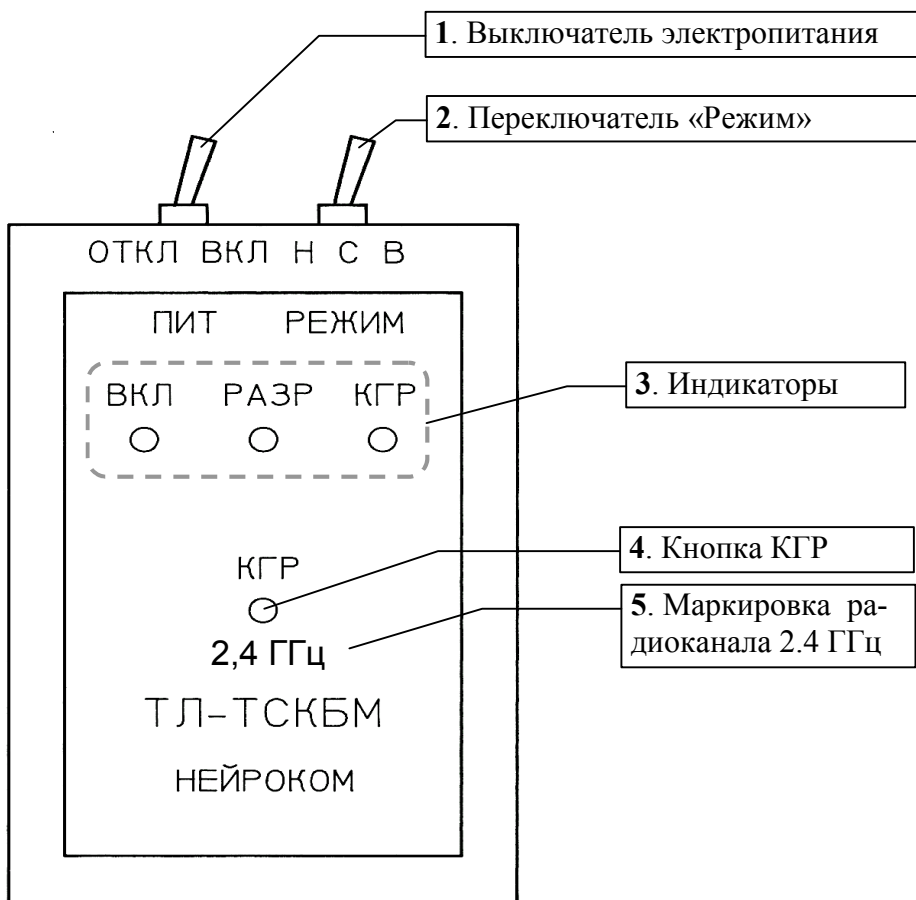

Рисунок 2 - Внешний вид прибора ТЛ-ТСКБМ НКРМ.464213.003-01
5) Прибор ТЛ-ТСКБМ, исполнения НКРМ.464213.003-01 имеет маркировку радиоканала «2,4 ГГц», см. рис. 2.